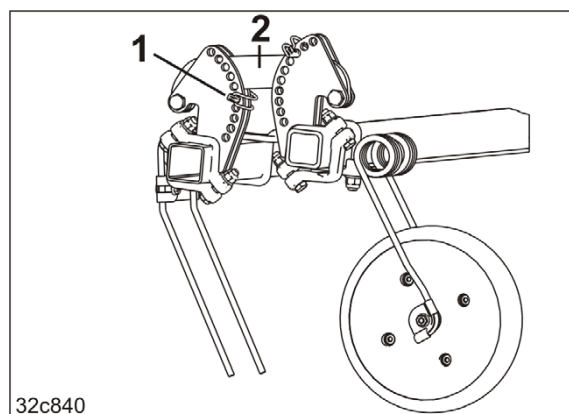

图 180
3. 耙齿与土壤之间的角度可通过管件折叠插头（图 180/1）的换插更改。
- 在导杆（图 180/2）下部
角度越大，管件折叠插头（图 180/1）插入调节部分越深。